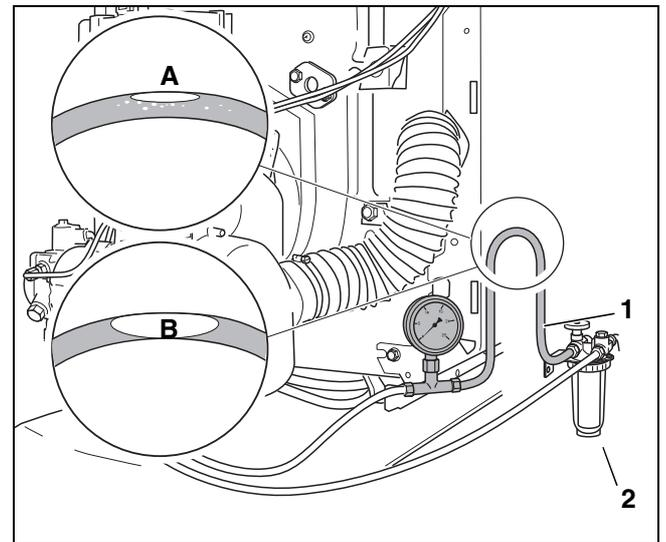

Bild 44 Dichtheit der Saugleitung prüfen
- ▶ Transparenten Schlauch (→ Bild 44, [1]) in die Saugleitung hinter dem Ölfilter (→ Bild 44, [2]) einbauen.
- ▶ Eine Schlaufe des transparenten Schlauchs in der gezeigten Weise (→ Bild 44) hochbinden.
- ▶ Sichtkontrolle der sich ansammelnden Luftmenge (→ Bild 44, Lupe A und B) durchführen.
Wenn sich lediglich eine geringe Luftmenge an der höchsten Stelle der Schlaufe (→ Bild 44, Lupe A) sammelt, ist die Ölleitung ausreichend dicht.
Bei größeren Luftblasen (→ Bild 44, Lupe B) sind die Saugleitung und/oder die Anschlüsse undicht.